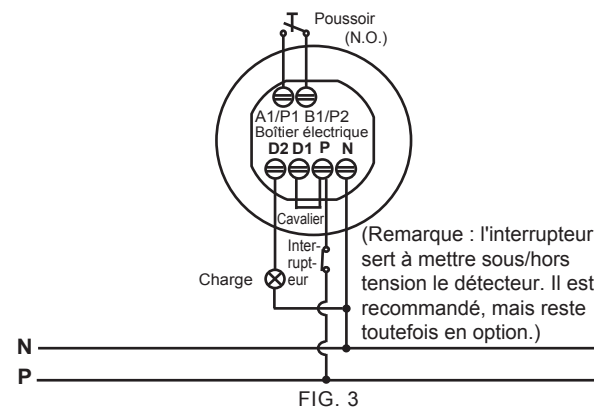

FIG. 3
- Un capteur contrôle une charge (voir FIG. 3).